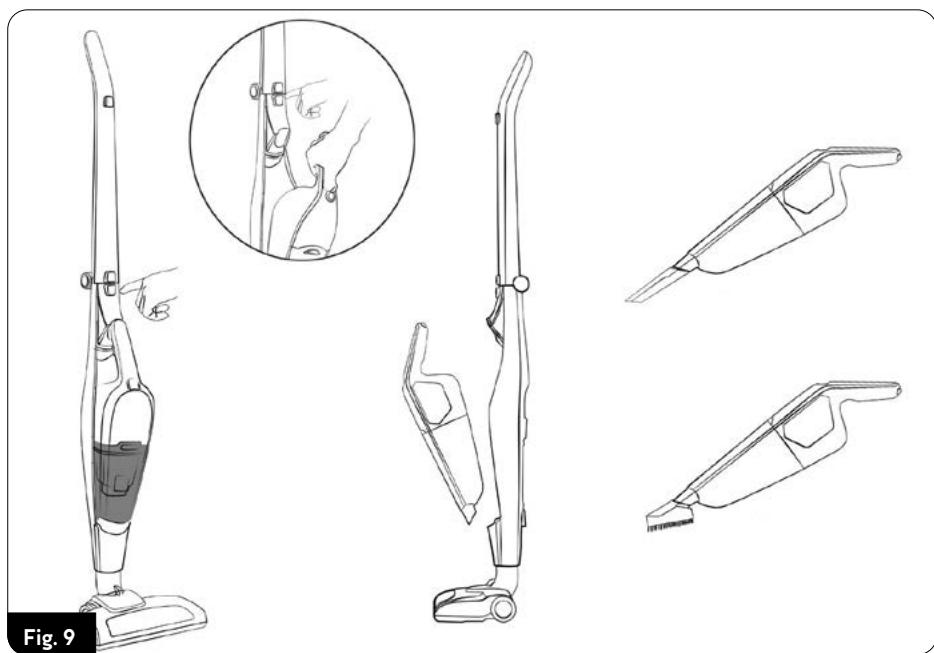

Fig. 9
4. Samen met de stofzuiger wordt de elektrische borstel (15) met LED-diodes (16) geactiveerd die het gestofzuigde oppervlak verlicht. De multifunctionele elektrische borstel is geschikt voor het stofzuigen van alle soorten harde oppervlakken en tapijken.
5. Het gebruik van extra accessoires voor de stofzuiger (kleine gleufborstel) is mogelijk na het demonteren van de stofzuiger van de hoofdhandgreep. Druk op de knop (4) en verwijder de stofzuiger van de hoofdhandgreep (2) en sluit vervolgens de juiste extra apparatuur aan op het uiteinde van de stofzuiger (fig.9).